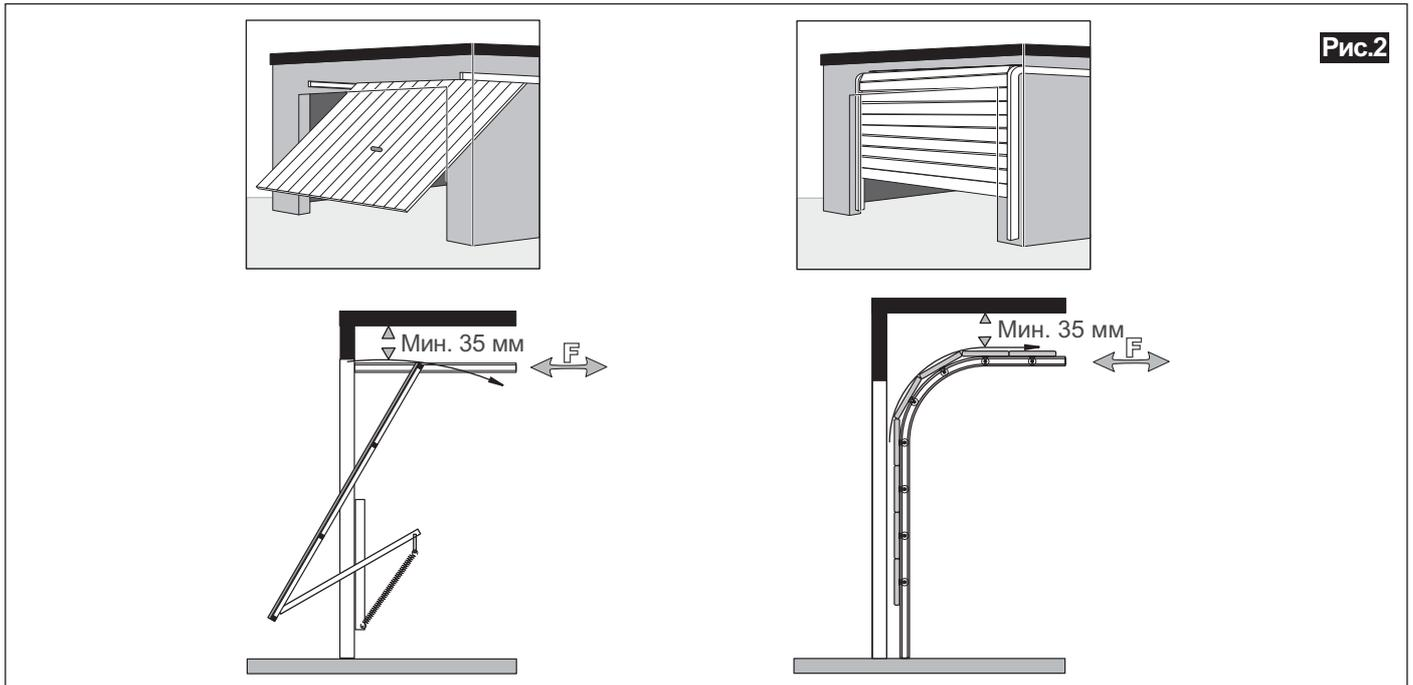

Рис.2
- Размеры притолоки и способ установки привода должны соответствовать требованиям на **рис.2**.